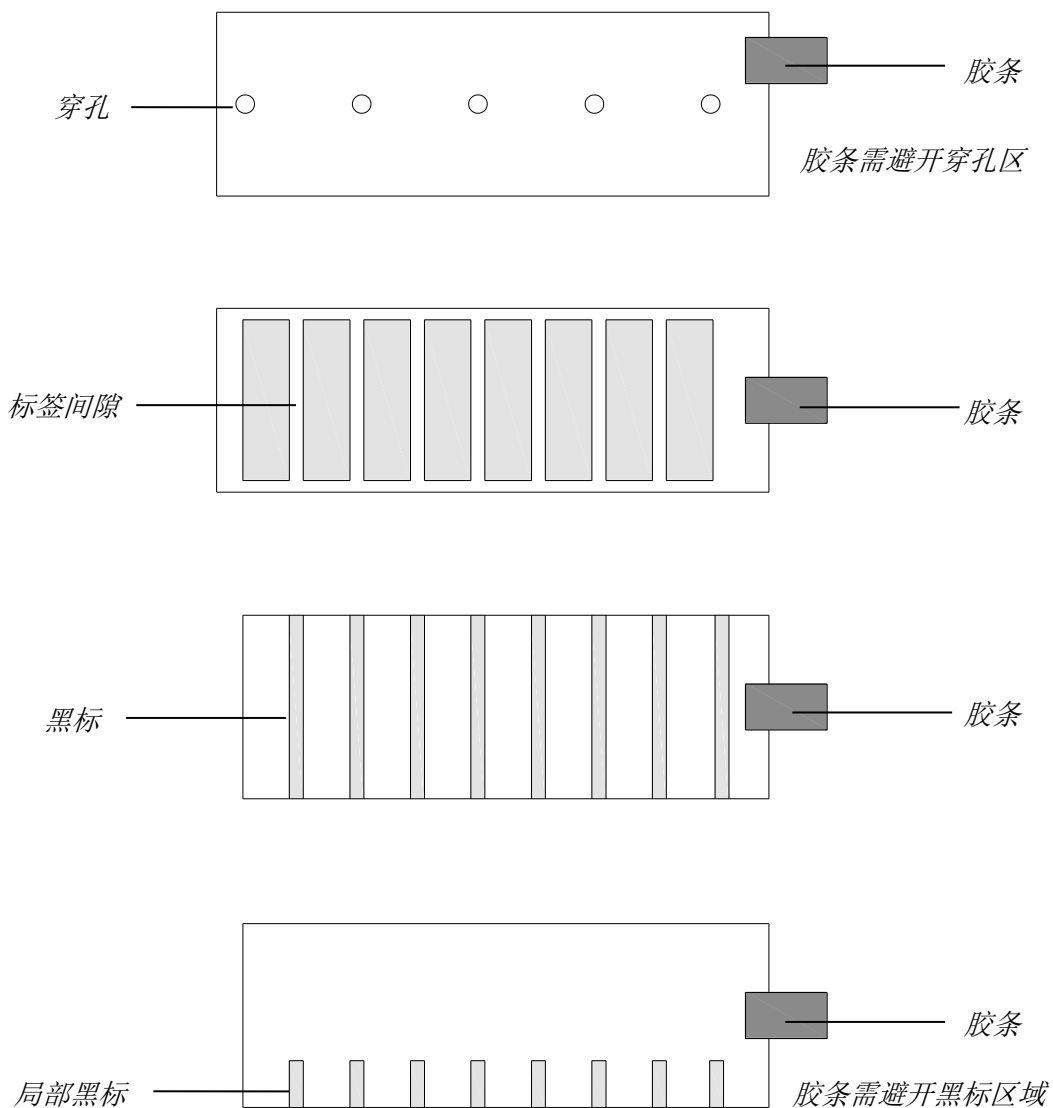

图 2-16
- 生产标签卷时，通常会用一小段胶条将标签固定在纸卷芯上，为保证纸张用尽时，纸张探测器能准确探测到无纸信号，请务必使纸张探测器位置避开胶条的粘贴位置。不同类型标签纸的胶条粘贴位置，请参考图 2-16。